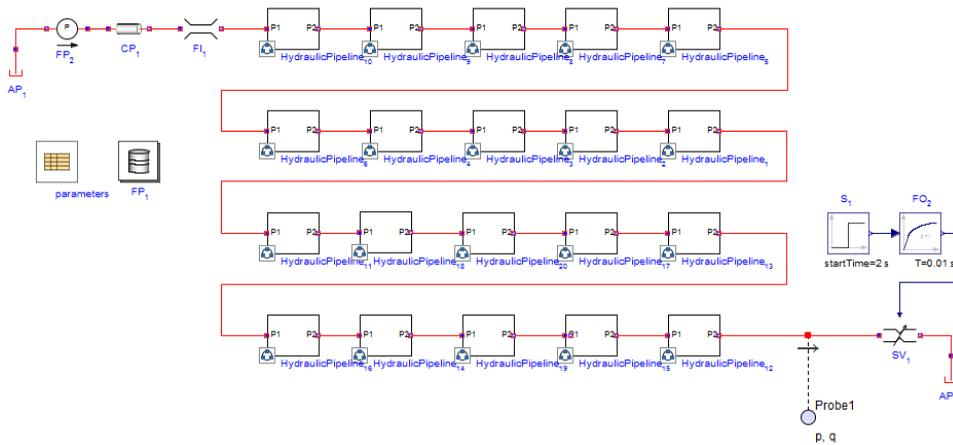
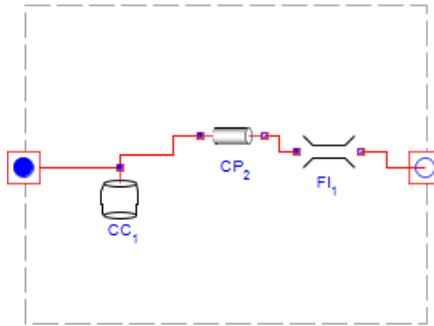

図6.28 ウォーターハンマー
図6.29 離散化されたパイプラインのセグメント
図6.29「離散化されたパイプラインのセグメント」に示すように、各サブシステムは、Compliant Cylinder、Circular Pipe、および Fluid Inertia コンポーネントで構成されています。全長 L 、容量 V 、 N 個に分割されたパイプラインには、 $N + 1$ 個のパイプ(それぞれの長さは
1. 図6.28 「ウォーターハンマー」 や 図6.29 「離散化されたパイプラインのセグメント」 にあるようなコンポーネントと接続のあるモデルを作成します。
4. **Fixed Pressure** コンポーネントの (図6.28 「ウォーターハンマー」 の FP_2) 圧力 (P) を $500kPa$ に設定します。